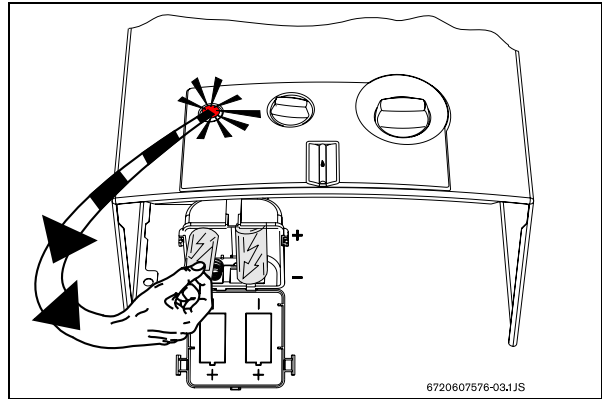

Fig. 9 Sustituir las baterías
- ▶ Introducir las dos baterías LR 20 de 1,5 V en la caja correspondiente (Fig. 9).